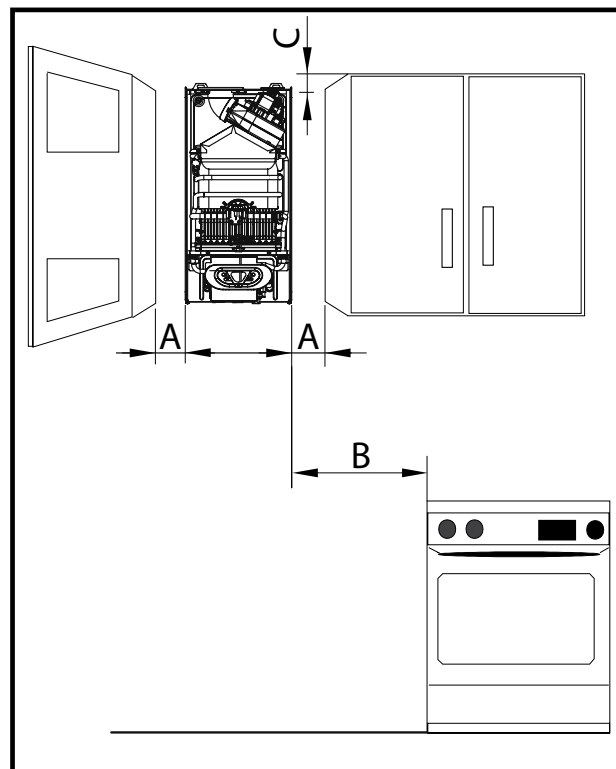

fig. 7 - Distâncias mínimas
- 1 - Abra a embalagem, dentro de você encontrará o modelo de montagem do aparelho. Sente-se na parede na altura apropriada (verifique as distâncias, fig. 7), certificando-se de que o modelo seja o mais horizontal possível (use um nível).